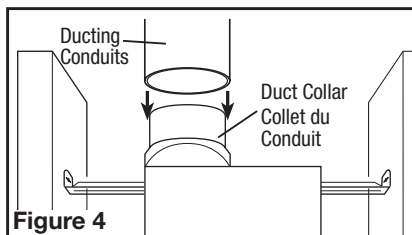

Figure 4
1. Connect the ducting to the fan's duct collar (Figure 4). Secure in place using tape or screw clamp. Always duct the fan to the outside through a wall or roof cap. It is recommended that low restriction termination fittings be used.
1. Raccorder le conduit au collet de conduit du ventilateur (Figure 4). Fixer en place à l'aide de ruban ou de serre-joint. Toujours évacuer le ventilateur vers l'extérieur au travers de chapeau mural ou de toit. Il est recommandé que les raccords d'extrémité basse de restriction sont utilisées.